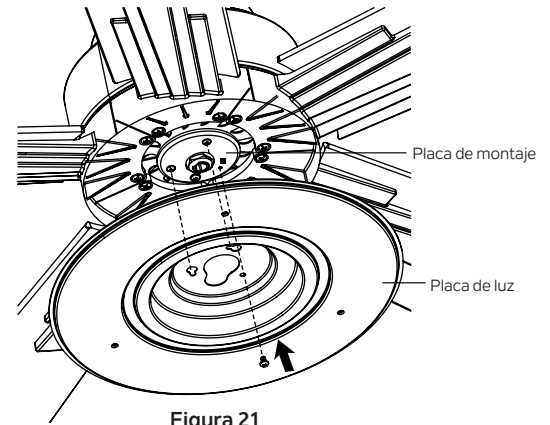

Figura 21
Paso 2. Coloque los dos orificios de la ranura en la placa de luz sobre los dos tornillos que aflojó previamente de la placa de montaje. Gire la placa de luz hasta que encaje en su lugar en el extremo estrecho de los orificios de llave. Fije apretando los 2 tornillos previamente aflojados y el que quitó previamente. (Figura 21)